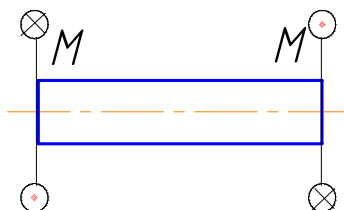

Рис. 10
37. Разрушение деревянного образца (рис. 10) при кручении происходит от действия [простой выбор]: